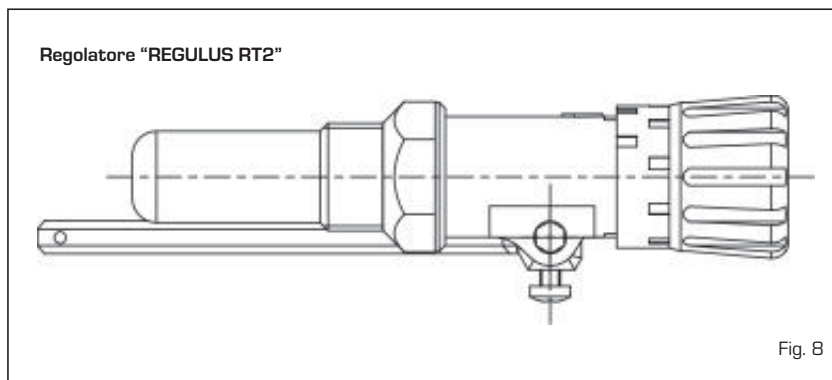

Fig. 8
4.6.2 Regolatore "REGULUS RT2" (fig. 8)
Il campo di regolazione è compreso tra 30 e 90°C (fig. 8). Per il montaggio e la messa in funzione seguire le stesse istruzioni del regolatore "Thermomat".